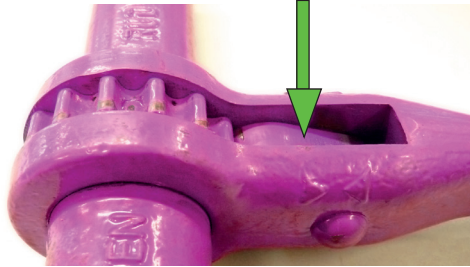

Bild 23:
- Um den Ratschenspanner ICE-CURT zu lösen, drücken Sie an der Ratsche die Sperrklinke an den beiden „Dreiecksymbolen“ nach unten bzw. hinten (siehe Bild 23).